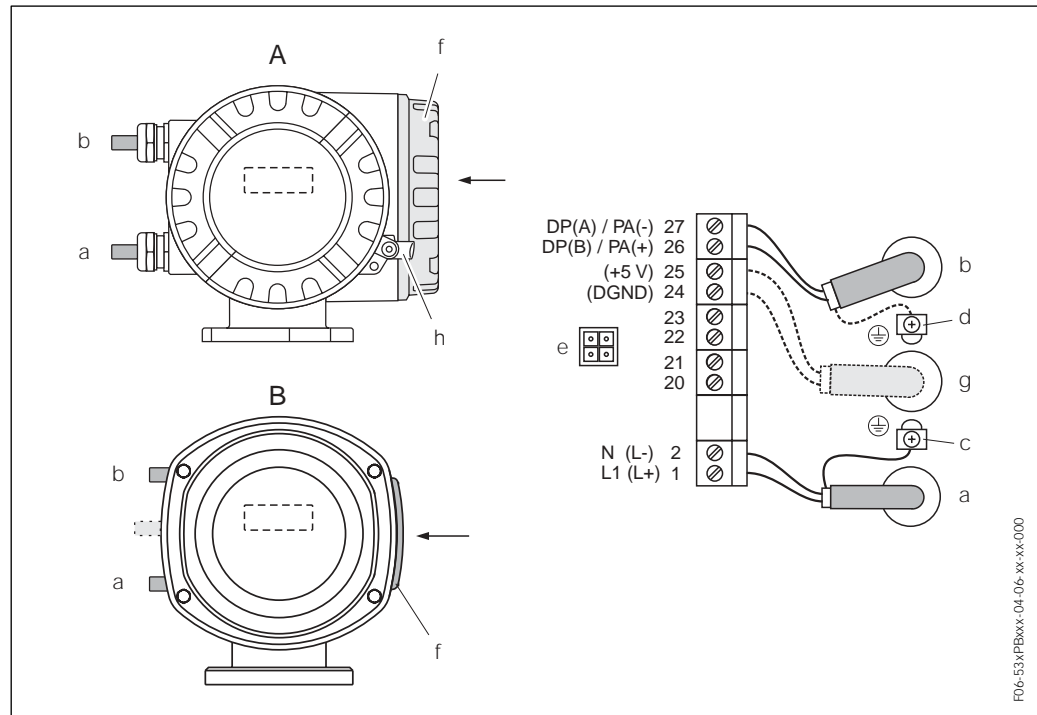
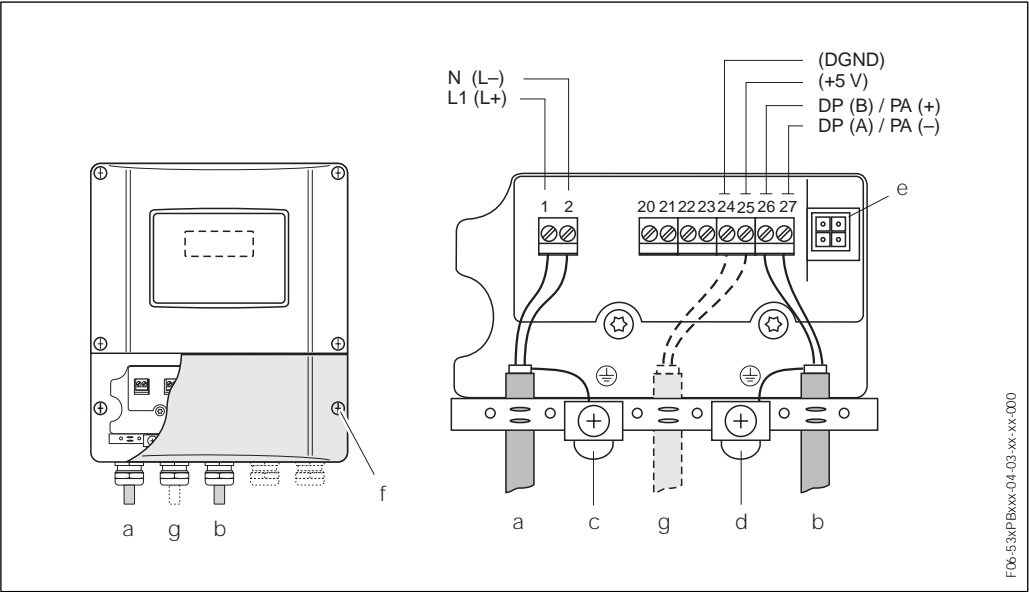

Fig. 33 : Raccordement du transmetteur (boîtier de terrain), section de câble : max. 2,5 mm²
Fig. 34 : Raccordement du transmetteur (boîtier pour montage mural), section de câble : max. 2,5 mm²
Procédure (fig. 33, fig. 34):
- Schéma de raccordement (boîtier aluminium et inox) → fig. 33
- Schéma de raccordement (boîtier mural) → fig. 34